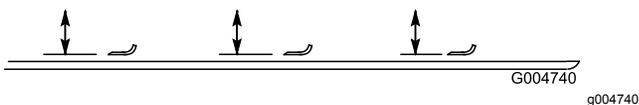

Figure 137
4. Tournez la lame dans le sens longitudinal et mesurez la distance entre l'intérieur du plateau de coupe et le tranchant à l'avant de la lame (Figure 137).